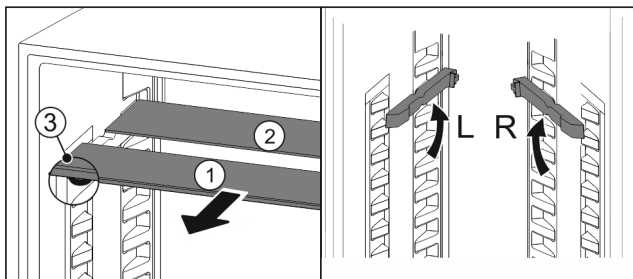

Fig. 76
- ▶ Издърпайте Fig. 76 (1) поотделно стъклените плочи напред.
- ▷ Стъклената плоча Fig. 76 (1) с декоративната лайсна е отпред.
- ▷ Ограничителите Fig. 76 (3) сочат надолу.